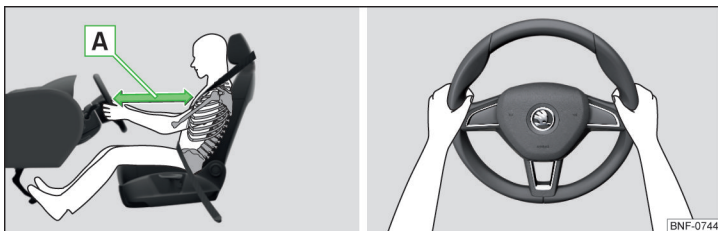

Bild 2 Rätt sittposition för föraren/rätt handposition på ratten
- ✓ Ställ in ratten så att avståndet A mellan ratten och bröstbenet uppgår till minst 25 cm » bild 2.
- Håll båda händerna i rattens yttre kranz i positionerna klockan "9" och klockan "3" när du kör » bild 2. Håll aldrig i ratten i positionen klockan "12" eller i något annat grepp (till exempel i rattnavet eller på rattkransens insida). Det kan orsaka svåra skador på armar, händer och huvud om förarens airbag löser ut.